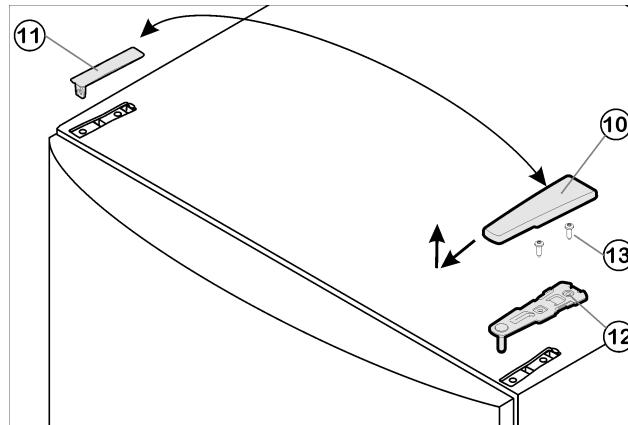

Fig. 8
- Retire hacia delante y hacia arriba la cubierta Fig. 8 (10).
- Desmonte la cubierta Fig. 8 (11).
- Desatornille el soporte de cojinete superior Fig. 8 (12) (2 Torx® 25) Fig. 8 (13) y extrágalo hacia arriba.
- Inserte el soporte de cojinete superior *Fig. 8* (12) en el nuevo lado de la bisagra y en la puerta.
- Atornille el soporte de cojinete superior (**con 4 Nm**) **para fijarlo** (2 Torx® 25) *Fig. 8* (13). Dado el caso, grabe los agujeros de tornillo o utilice un destornillador de batería.
- Encaje la cubierta *Fig. 8* (11) y la cubierta *Fig. 8* (10) en el lado opuesto, respectivamente.